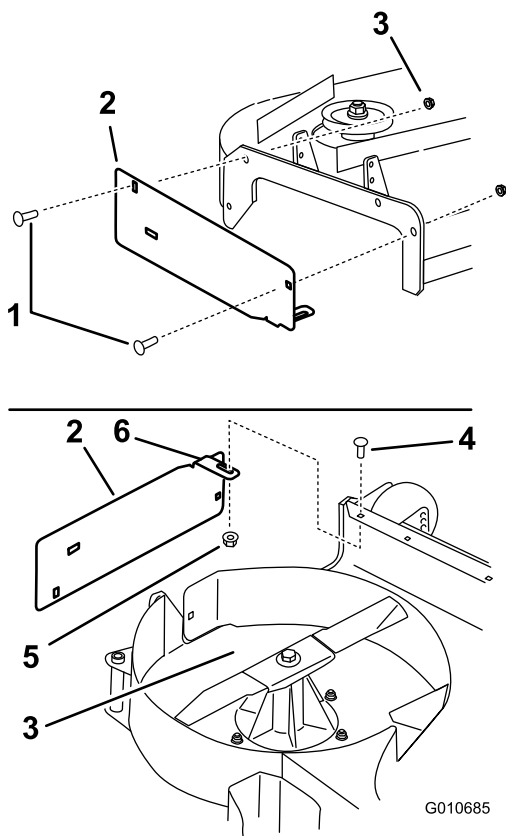

Figure 8
1. Montez la plaque d'éjection à l'extérieur du support à l'aide de 2 boulons de carrosserie (3/8 x 1-1/4 po) et 2 écrous à (petite) embase (3/8 po) (Figure 8).
2. Installez la languette à l'intérieur du tablier de coupe avec 1 boulon de carrosserie (5/16 x 7/8") et 1 écrou à (petite) embase (5/16") (Figure 8).